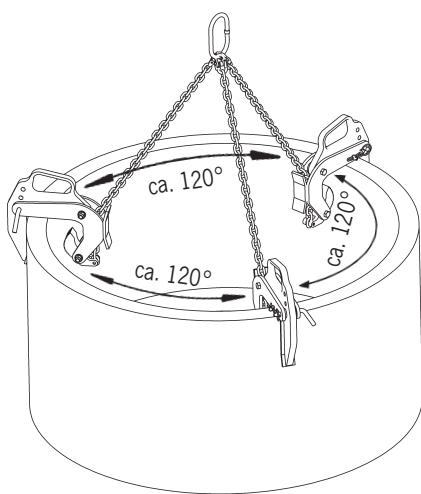

Fig. 3
- Alle grijpers in een hijscombinatie moeten aan dezelfde last worden bevestigd (Fig. 3).